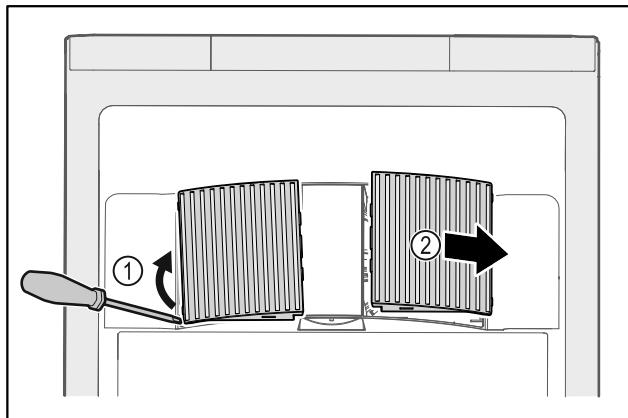

Fig. 176
- Pokrov ventilatorja previdno dvignite s strani Fig. 176 (1) in ga odstranite v smeri naprej Fig. 176 (2).